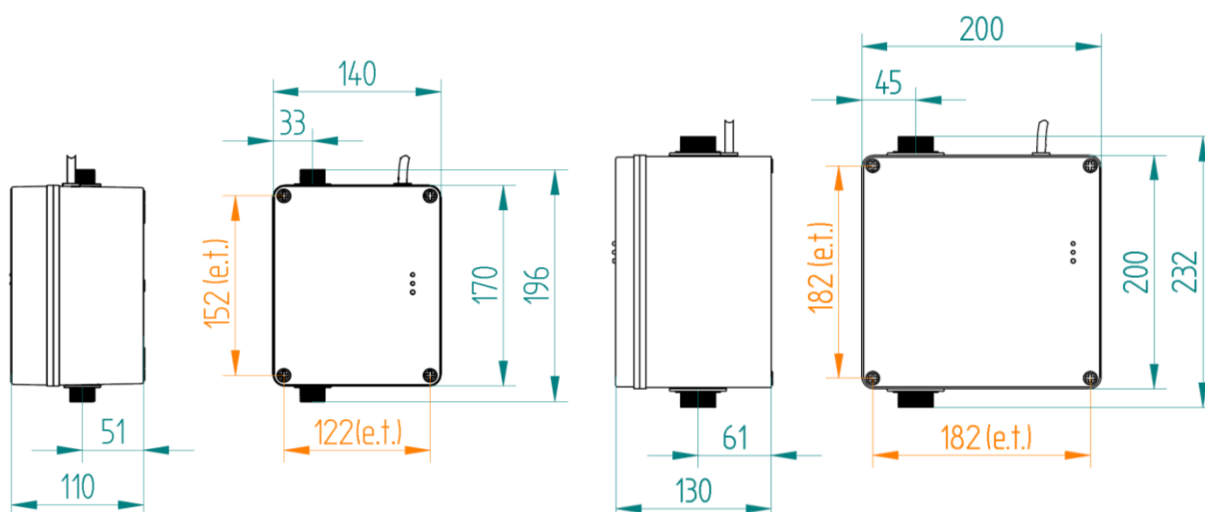

Figura 71. Medidas de los módulos de potencia básica (1) y de potencia alta (4).
Una vez definida la ubicación del módulo, se realizan los taladros y se introducen los tacos (Figura 67). Para realizar estos taladros, se han de marcar las ubicaciones de los tacos y tornillos metálicos que sujetarán el módulo. Estas ubicaciones coinciden con los ejes de los tornillos de plástico que unen las dos partes de cada **módulo de potencia básica (1)** y **de potencia alta (4)**, según las **cotas a eje de tornillo (e.t.)** en la Figura 71.